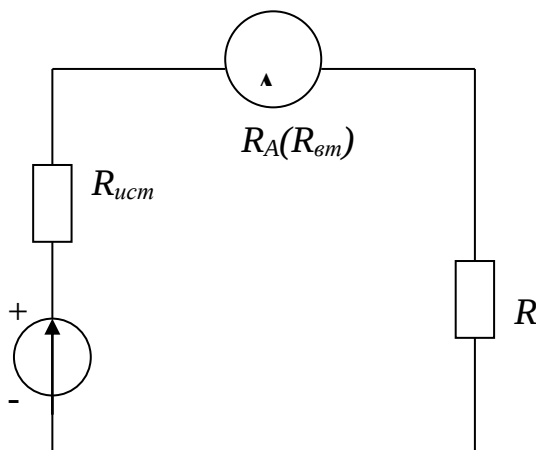

Рис. 1. Включение амперметра в электрическую цепь.
**Измерение тока.** В электрическую цепь включается измеритель тока (рис. 1).
**Задача 2.** В электрическую цепь (см. рис.1), состоящую из источника  $E$ ,  $R_{\text{ист}} = 2$  Ом и  $R = 100$  Ом, включен миллиамперметр М260М класса точности  $K_{\text{П}}$ ;  $R_{\text{ВТ}} = 2$  Ом с конечным значением шкалы 100 мА. Показание прибора  $I$ .
Выбранный прибор должен обеспечить наименьшую общую погрешность измерения тока  $I$  в схеме рис.1, состоящий из источника  $E$ ,  $R_{\text{ист}}$ ,  $R$ .